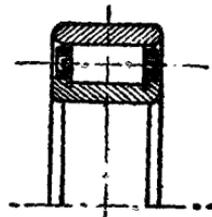

图 10
##### (3) 向心长圆柱滚子轴承(4000) (图 10):